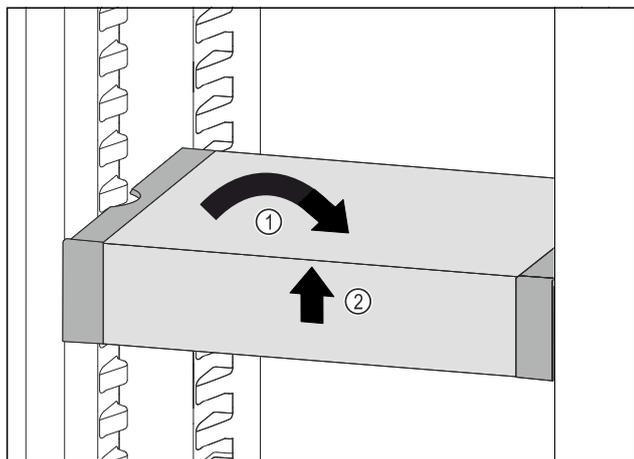

Fig. 48
- ▶ Coloque el VarioSafe en posición recta. Fig. 48 (1)
- ▶ Levante el VarioSafe por delante. Fig. 48 (2)